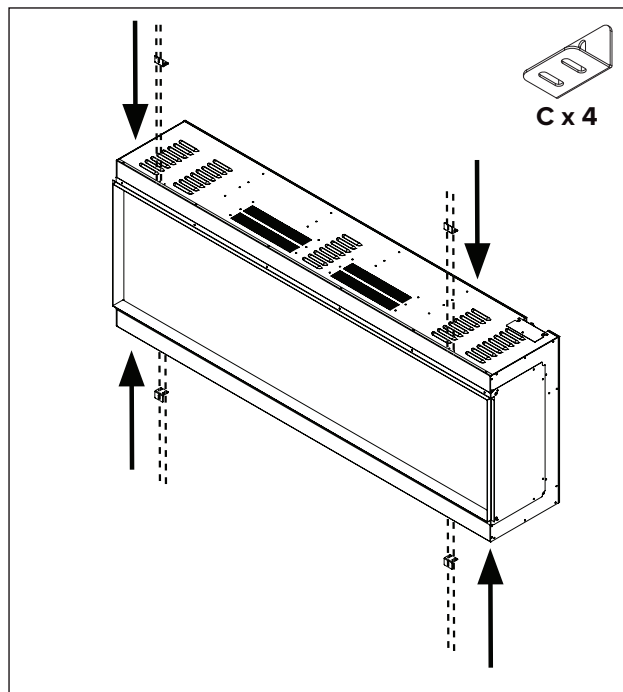

Fig. 2
2. Installez les 4 supports métalliques (fournis) en utilisant les 8 vis et rondelles retirées précédemment (**Fig. 2**).